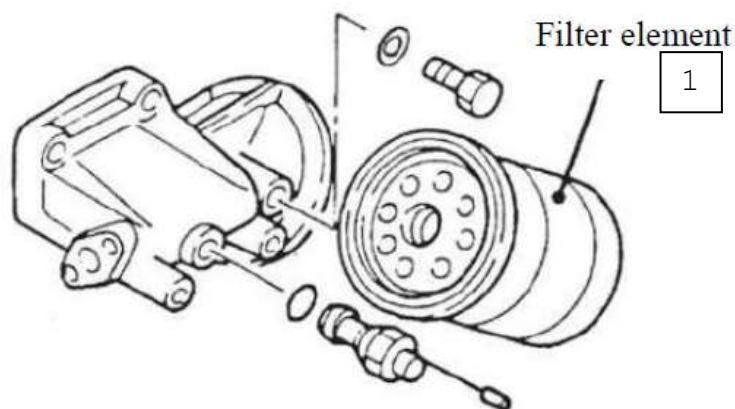

Рис. 1.6:
1.5.3. Масляный фильтр двигателя (см. Рис. 1.6).